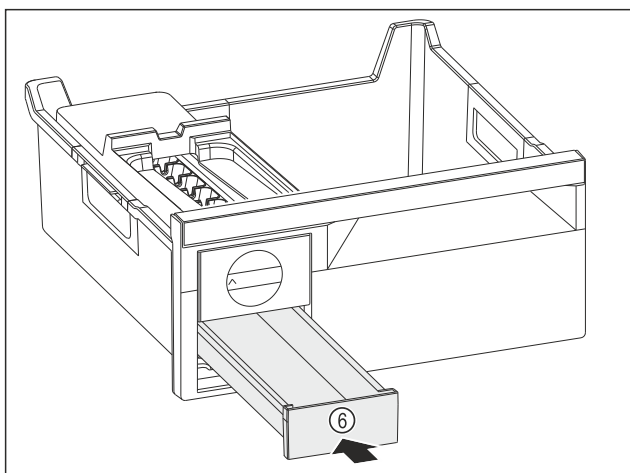

Fig. 217
- ▶ Zásuvku na kostky ledu Fig. 217 (6) zasuněte.